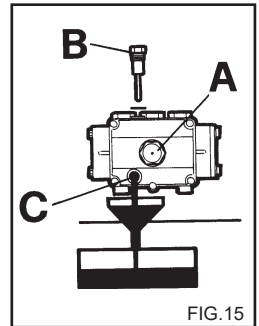

FIG.15
- 2) Den Deckel mit dem Kontrollstab (fig.15) aufdrehen.